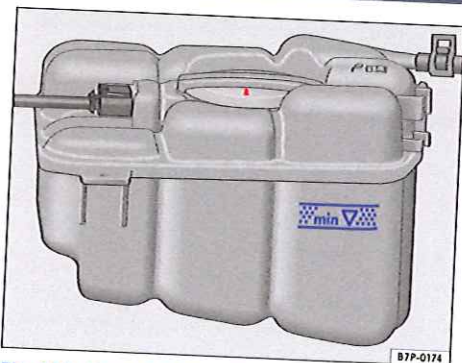

Fig. 238 Dans le compartiment-moteur : repères sur le vase d'expansion du liquide de refroidissement.
- Faites l'appoint uniquement avec du liquide de refroidissement neuf conforme aux spécifications de Volkswagen → page 349 → ①.
- Le niveau de liquide de refroidissement doit se situer entre les repères du vase d'expansion du liquide de refroidissement → fig. 238. En rétablissant le niveau, ne dépassez pas le bord supérieur de la zone repérée → ①.
- Si en cas d'urgence, aucun liquide de refroidissement conforme aux spécifications → page 349 n'est disponible, n'utilisez pas d'autre additif de liquide de refroidissement ! Ne faites d'abord l'appoint qu'avec de l'eau distillée → ①. Faites ensuite préparer le plus rapidement possible la proportion de mélange adéquate avec l'additif de liquide de refroidissement prescrit → page 349.
- Ne faites l'appoint de liquide de refroidissement que jusqu'au bord supérieur de la zone repérée → fig. 238. Le surplus de liquide de refroidissement est sinon refoulé, une fois chauffé, hors du circuit de refroidissement et peut entraîner des endommagements.